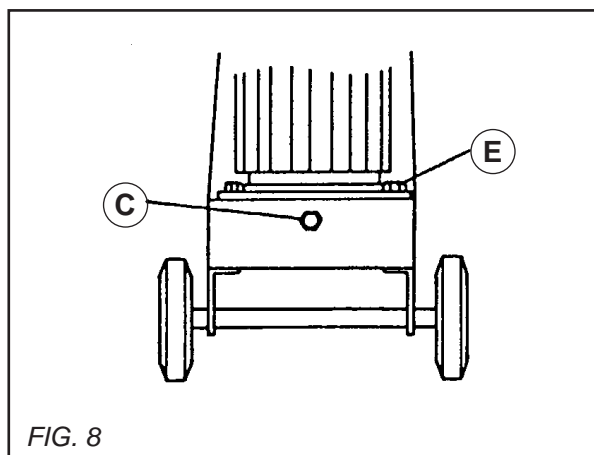

FIG. 8
Pour changer la courroie ou la tendre, il suffit de débloquer les boulons (E) de fixation du moteur sur le châssis, et de tourner la vis de tension (C) vers la droite si l'on veut tendre, vers la gauche si l'on veut détendre [VOIR FIG. 8]. (Contrôle de la tension par trappe sous le châssis, machine débranchée).